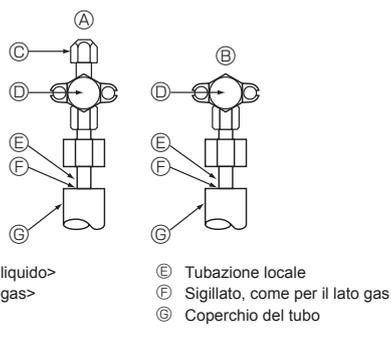

Fig. 4-4
4.4. Tubo del refrigerante e metodo di verifica tenuta (Fig. 4-4)